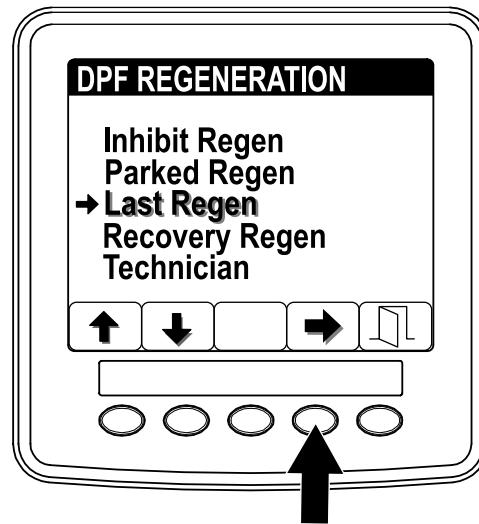

Bild 36
- Öffnen Sie das Menü „DPF Regeneration“ und drücken Sie die Tasten 1 oder 2, um auf die Option LAST REGEN zu navigieren (Bild 36).
- Drücken Sie Taste 4, um den Eintrag „Last Regen“ auszuwählen (Bild 36).